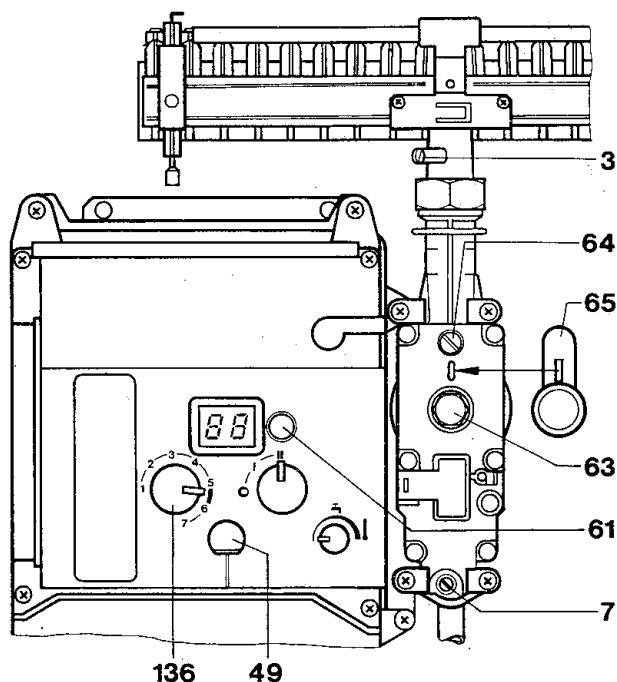

Bild 30 Gasarmatur CE 426, Erd- und Flüssiggas
1. Plombierte Abdeckkappe 65, Bild 30 und 31, über den beiden Gas-Einstellschrauben entfernen.